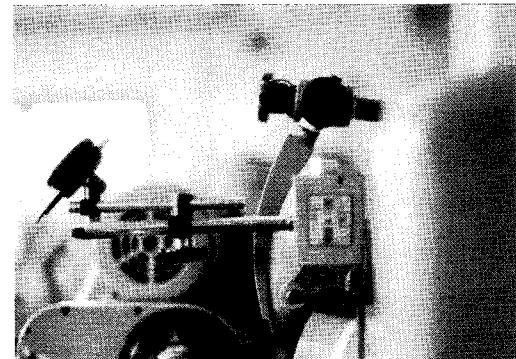

図2-23
(1) 工作物の傾きを測定する。
- ① ダイヤルゲージを円筒研削盤の砥石台にマグネットで固定する（図2-23）。
- ② 砥石台手送りハンドルを回して、ダイヤルゲージの測定子を工作物にあてる。
- ③ テーブル手送りハンドルを回して、ダイヤルゲージを工作物の端から端へ移動する。